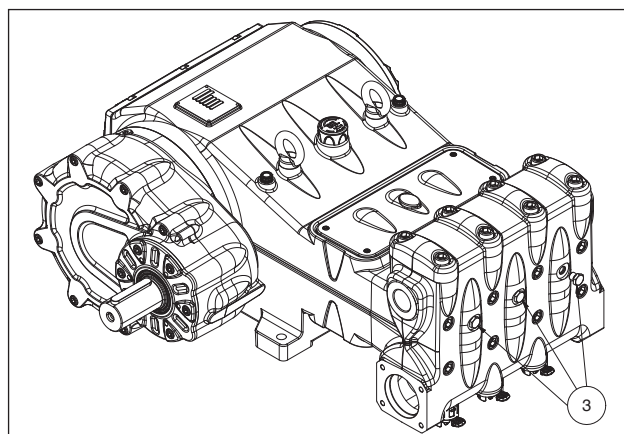

Abb. 11
Bei etwaigen Ansaugproblemen durch unzureichende Versorgung können Sie die drei frontseitigen Verschlüsse (nicht bei Version MK240) abnehmen, siehe Pos. ③ Abb. 11.